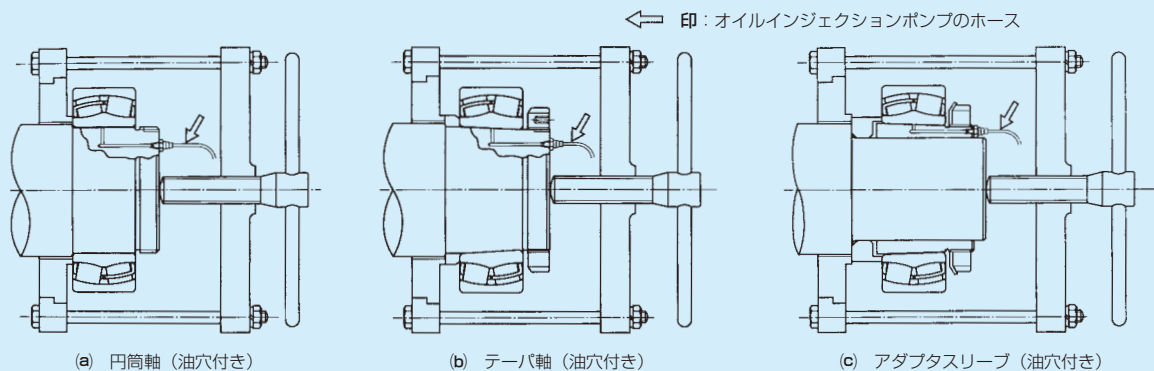

図7.8 オイルインジェクション法
**7.2.6 オイルインジェクション法 (図7.8)**
1. ロックナットの回止めを外してから、円筒軸の場合（図7.8 (a)）は、ロックナットを取外します。
テーパ軸の場合（図7.8 (b)）は、ロックナットの取付けねじ部長さの約1/2の位置まで戻します。
アダプタスリーブの場合（図7.8 (c)）は、特殊プーラと併用して行います。